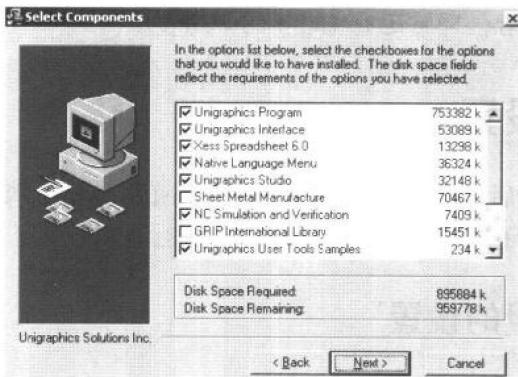

图1-3 【Select Components】对话框
4. 接着会出现如图 1-3 所示的【Select Components】对话框。用户可以在其中选择要安装的组件，用鼠标选中某选项前面的复选框即可选定，完成设置后点击 Next > 按钮。